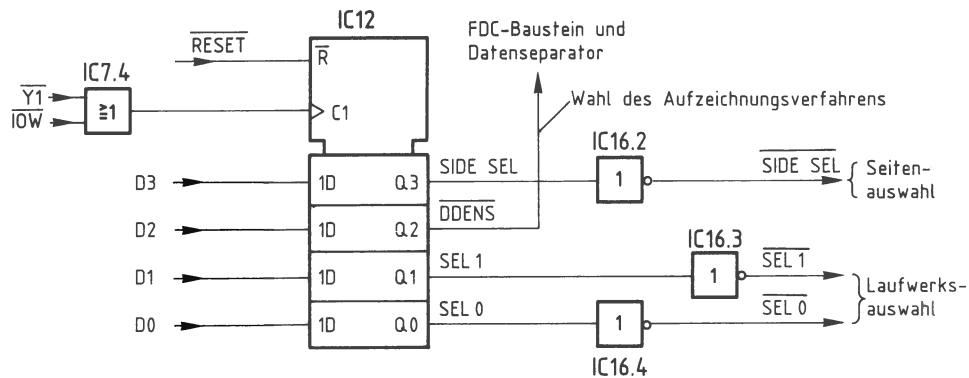
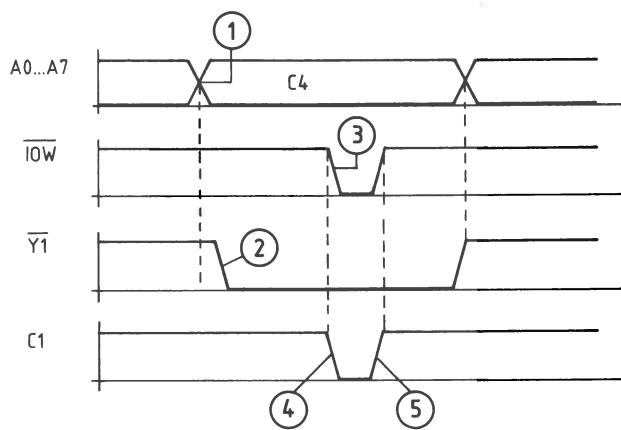

Bild 161: Der Steuer-Port mit dem Baustein 74LS175 (IC12).
Bild 162: Die Erzeugung eines Takt-Impulses für den Steuerport-Eingang C1.
Die Ausgangspegel der einzelnen D-Flip-Flops können durch eine Ausgabe-Operation (OUT-Befehl) der CPU festgelegt werden; dies ist in Bild 162 gezeigt.
Erläuterungen zu Bild 162:
- ① Während einer Ausgabe-Operation OUT 0C4 wird über die Baugruppen- und Baustein-Auswahl (IC2 und IC3) ...
- ② der Ausgang \overline{Y}_1 des 1-aus-8-Decoders (Bilder 156–159) auf L-Pegel geschaltet. Dieses Signal wird mit Hilfe des ODER-Gatters IC7.4 (siehe Bild 161) mit dem Steuersignal \overline{IOW} verknüpft,
- ③ das während der Ausführung des OUT-Befehls ebenfalls L-Pegel führt.
- ④ Somit entsteht am Ausgang des ODER-Gatters bzw. am Takt-Eingang C1 des 4fach-D-Flip-Flops ein negativer Impuls.
- ⑤ Mit der steigenden Flanke des Taktimpulses an C1 werden die logischen Pegel der vier Datenbits D0 bis D3 in die D-Flip-Flops übernommen und gespeichert.
Die drei Steuersignale SEL0, SEL1 und SIDE SEL werden invertiert und dann erst den Laufwerken zugeführt (siehe Bild 161 und auch Bild 152).
Da der Eingang A des 74LS123 auf der FDC-Baugruppe fest auf L-Pegel gelegt ist, läßt sich die monostabile Kippstufe mit einer ansteigenden Signalflanke am Eingang B anstoßen. Mit jeder Ausgabe eines Steuerwortes zum Steuer-Port (vgl. Bild 161) entsteht ein negativer Impuls am Takteingang des Steuer-Ports; vgl. Bild 162. Mit der ansteigenden Flanke dieses Impulses wird die monostabile Kippstufe angestoßen. Dadurch wird der Ausgang Q für eine bestimmte Zeit auf H-Pegel geschaltet. Diese Zeit wird durch die RC-Kombination R8/C6 bestimmt und läßt sich nach Herstellerangaben wie folgt berechnen: